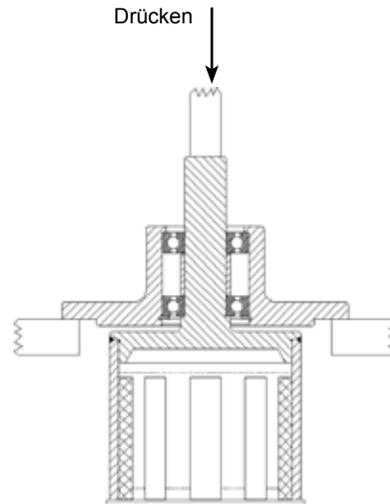

ABBILDUNG 24
2. Entfernen Sie den externen Haltering von der Welle, Stellen Sie die Einheit in die Presse, und drücken Sie die Welle, wie in **Abbildung 24** dargestellt, heraus. Unterstützen Sie das äußere Ende des Magneten, so daß es nicht herausfällt und beschädigt wird.